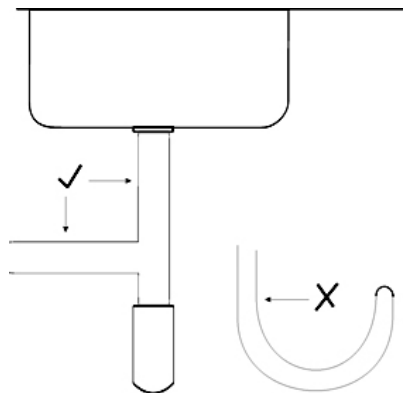
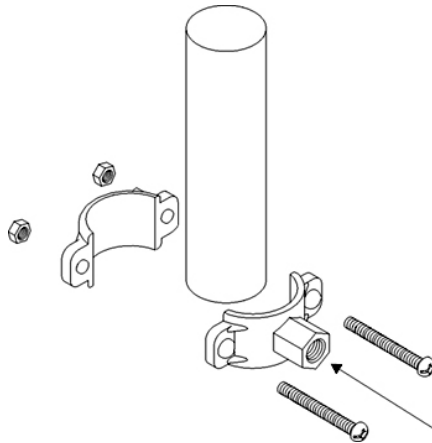

Fig. 6 – Lage des Abfluss-Sattelventils
Fig. 7 – Ablusssattelventilteile für den Abfluss
4. Bringen Sie das Bohrloch im Ablaufrohr mit dem \varnothing 4 mm Bohrer oder einem schmalen Schraubendreher in Übereinstimmung mit der vorderen Hälfte des Ablaufsattel-Ventils. (Fig 6). Halten Sie dazu das Anschlussstück des Ablaufsattelventils an die markierte Stelle. Stecken den Bohrer oder Schraubendreher durch das Anschlussstück und das Loch in dem Abflussrohr. Dann das Gegenstück der Sattel-Ventil-Montageklemme aufsetzen und mit den beiden Schrauben zusammenfügen (Fig 7). Ziehen Sie die beiden Schrauben gleichmäßig an.